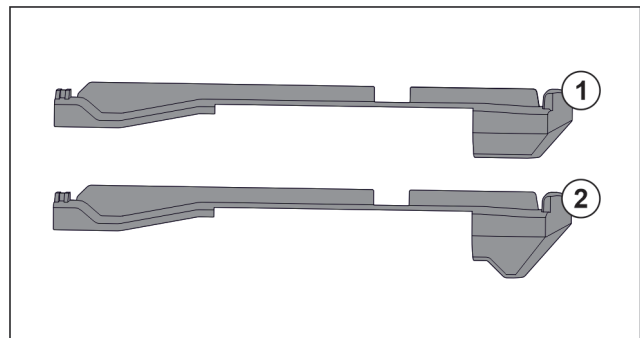

Fig. 123 Compararea pieselor de fixare
În aparat există două piese diferite de fixare. Piesa de fixare de deasupra sertarului de jos Fig. 123 (2) are o margine triunghiulară. Toate celelalte piese de fixare Fig. 123 (1) au o margine dreaptă.
- ▶ Montați piesa de fixare Fig. 123 (2) cu marginea triunghiulară peste sertarul de jos.
- ▶ Montați piesa de fixare Fig. 123 (1) cu marginea dreaptă la toate celelalte poziții.